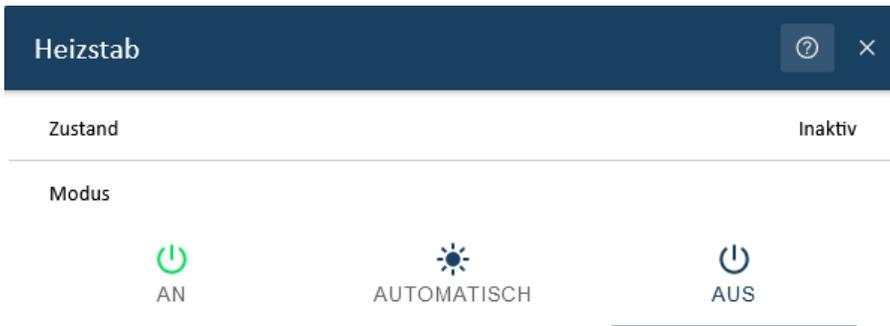

Abbildung 12. Heizstab - Betriebsmodus "Aus"
- Abbildung 12. Heizstab - Betriebsmodus "Aus"